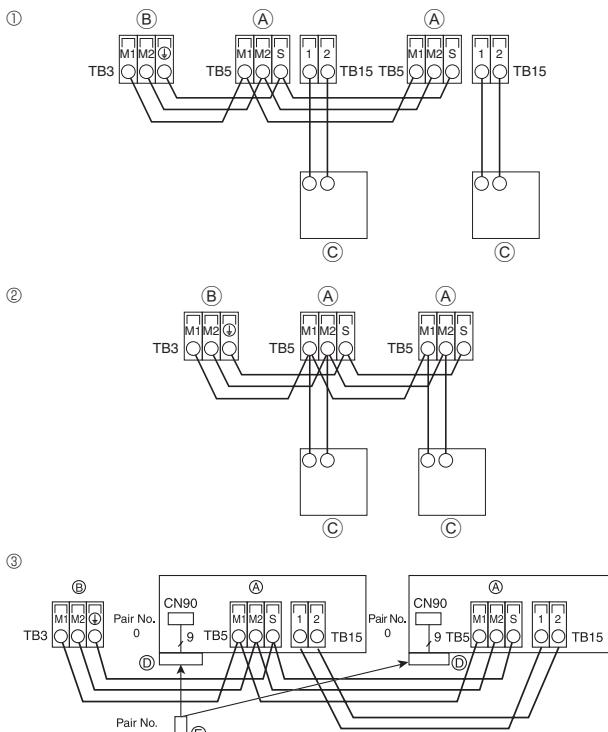
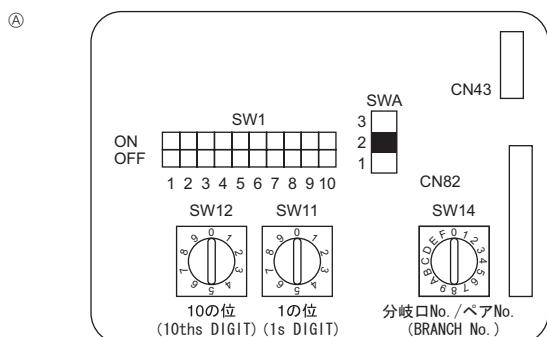

Fig. 6-3
Fig. 6-4
6.4. Raccordement des câbles de la commande à distance et des câbles de transmission intérieurs et extérieurs (Fig. 6-3)
- ① Commande à distance MA
- ② Commande à distance M-NET
- ③ Télécommande sans fil (lors de l'installation d'un récepteur de signaux sans fil)
- Ⓑ Bloc de sortie du câble de transmission extérieur (M1(A), M2(B), ①(S))
6.5. Configuration des adresses (Fig. 6-4)